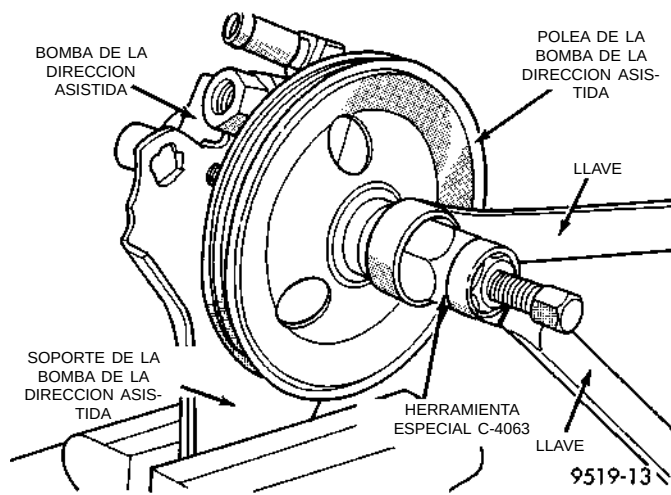

Fig. 37 Instalación de la polea en el eje de la bomba de la dirección asistida
(1) Instale la bomba de la dirección asistida en una mordaza utilizando el soporte de instalación de la bomba de la dirección asistida (Fig. 37). Coloque entonces la polea de la bomba de la dirección asistida en escuadra en el extremo del eje de la bomba de la dirección asistida. Coloque el instalador, Herramienta
especial C-4063 en las roscas internas del eje de la bomba de la dirección asistida y contra la polea de la bomba de la dirección asistida (Fig. 37).